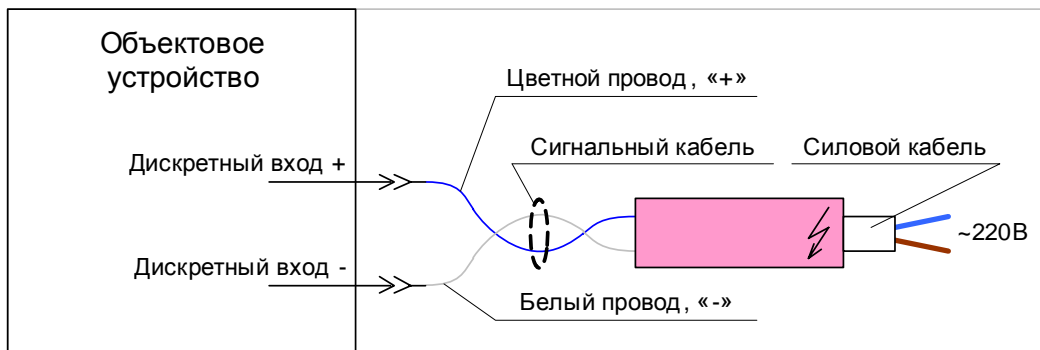
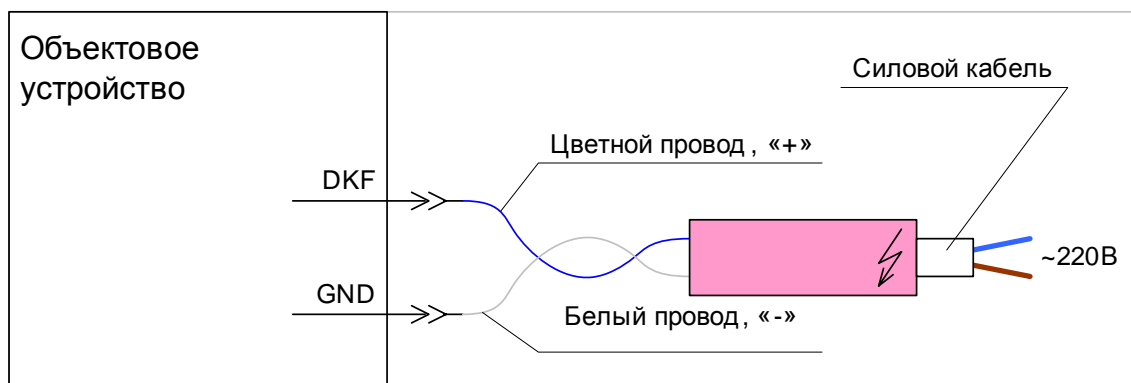

Рисунок 2 - Подключение устройства Переходный кабель «Фаза» к дискретному входу объектового устройства
Рисунок 3 - Подключение к входу “DKF” объектового устройства
Переходный кабель «Фаза» работает совместно с устройствами семейства КУБ, имеющими дискретный вход или вход DKF. Выход устройства «Переходный кабель «Фаза» подключается к любому входу общего назначения перечисленных устройств. При наличии в контролируемой точке переменного напряжения величиной 130...240 В эффективного значения, выход устройства «Переходный кабель «Фаза» имеет низкое сопротивление постоянному току. При снижении контролируемого переменного напряжения ниже 130В эффективного значения, выход устройства «Переходный кабель «Фаза» имеет высокое сопротивление постоянному току (транзистор оптрона закрыт). При подключении выхода «Переходный кабель «Фаза» к объектовому устройству (рис. 2) на входе объектового устройства формируется напряжение, соответствующее состоянию «датчик замкнут» при наличии фазы в контролируемой точке и напряжение, соответствующее состоянию «датчик разомкнут» при отсутствии фазы в контролируемой точке. Далее эта информация передается объектовым устройством в центр по стандартным для АПК«ЦТЭ.SQL» протоколам связи.
2.3 Подключите высоковольтную сторону Переходного кабеля Фаза к точкам контроля, а сигнальную – к входу DKF (рис. 3) или дискретному входу (рис. 2, приложение 1) объектового устройства.